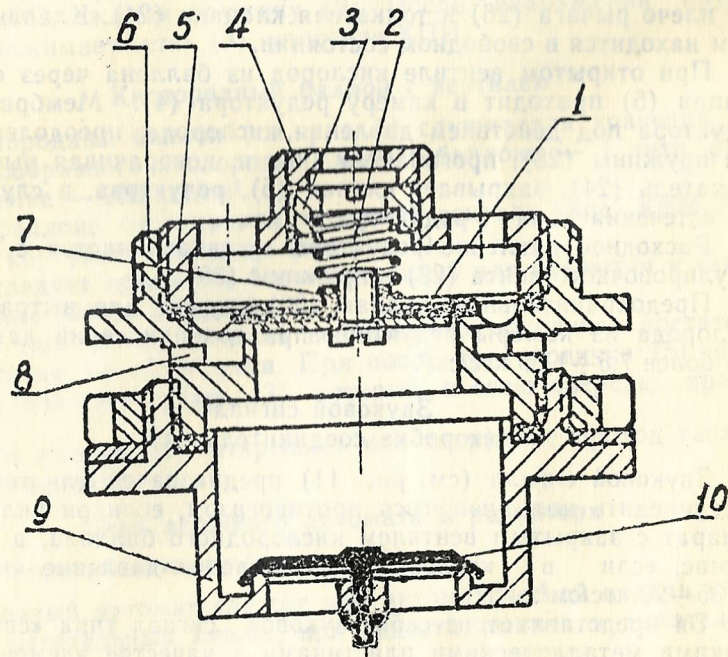

Рис. 6.
Предохранительный клапан (см. рис. 6) предназначен для автоматического вытравливания избытка газовой смеси из дыхательного мешка. Он представляет собой клапан мембранного типа избыточного действия, в корпусе которого размещен дополнительный обратный клапан (10) тарельчатого типа. Одновременно он предохраняет дыхательный мешок от проникновения в него окружающей атмосферы.